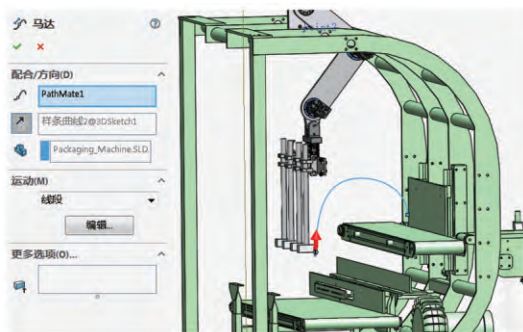

图 3 路径配合马达
在 SOLIDWORKS 机构运动仿真模块 Motion 中建立运动仿真分析步，建立如图 3 所示的路径配合马达。路径曲线可以使用 SOLIDWORKS 中的 3D 草图来建立。
对该路径配合马达的运动参数进行设置，在运动 (M) 项下面选择线段，并编辑 (图 3)。设置位移路径，时间 0 ~ 1 秒，设置位移值 1，对应曲线类型为 3-4-5 多项式 (3-4-5 Polynomial)；时间 1 ~ 2 秒，设置位移值 0，对应曲线类型为 3-4-5 多项式 (3-4-5 Polynomial)。该设置表示 2 秒时间为一个运动工作循环，时间点 0 秒开始沿路径运动，时间点 2 秒返回到初始位置点。3-4-5 多项式描述了位移值 y 与自变量 x 的曲线关系，自变量中含有三次方、四次方和五次方项，设置多项式曲线的目的是确保位移运动曲线在各阶段能平滑过渡。